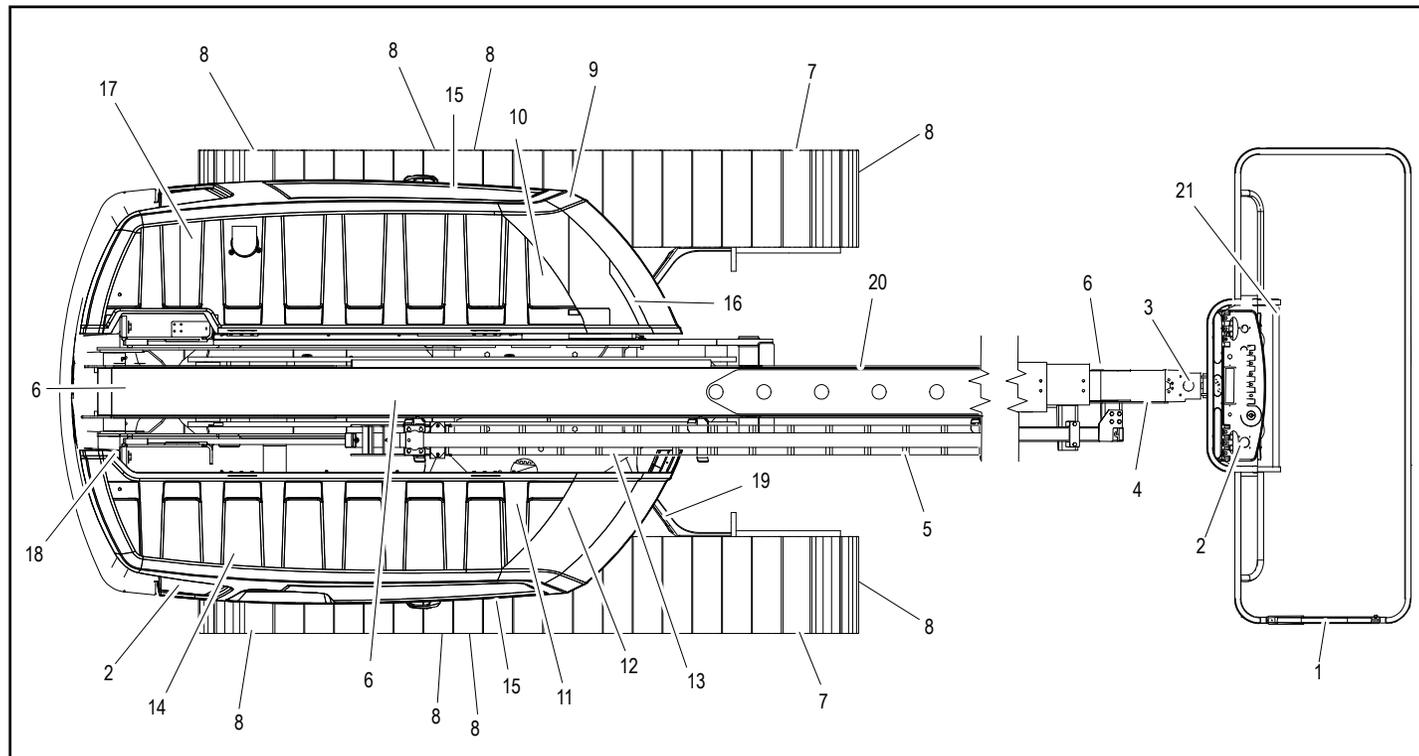

Abbildung 2-4. Abbildung für die tägliche Sichtkontrolle
5. **Sichtkontrolle** – Siehe Abbildung 2-4.